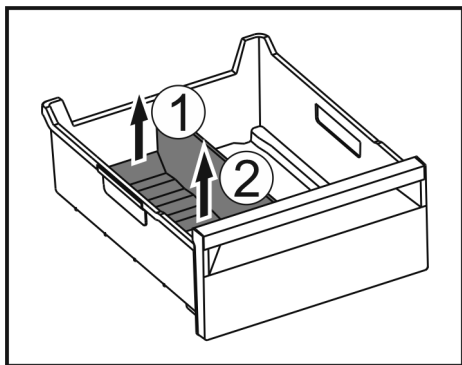

Fig. 149
- ▶ 提升冰格分隔器后部。 Fig. 149 (1)
- ▶ 向上取出冰格分隔器。 Fig. 149 (2)